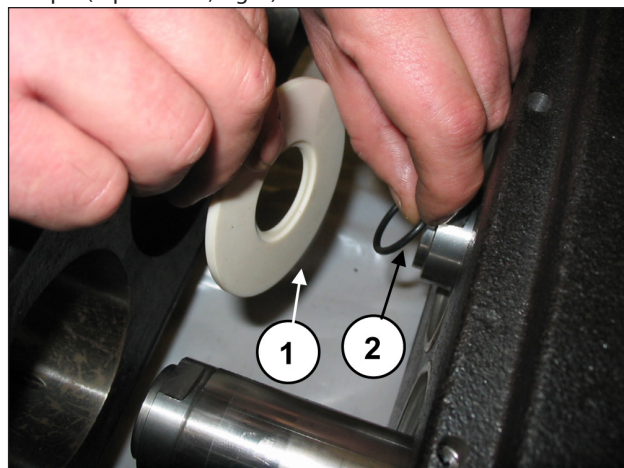

Fig. 2
Déposer les trois joints anti-éclaboussures avec leur joint torique (rep. ① et ②, Fig. 2).